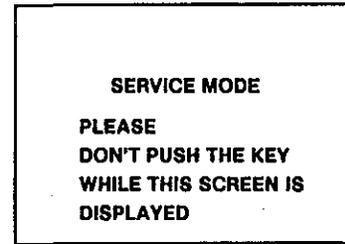

Fig. 1
- 5) Presione la tecla [CONTROLES DE IMAGEN Δ/∇] hasta obtener la pantalla de modo de servicio indicada en la Fig. 1.